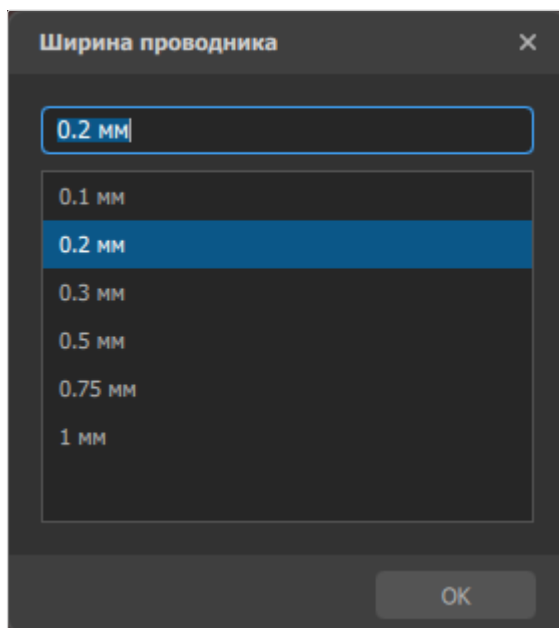

Рисунок 129. Выбор ширины сегмента
- Изменение ширины сегментов — сочетание клавиш **Shift** + **W**. Вызывает диалоговое окно «Ширина проводника» (см. рисунок 129), где можно выбрать одно из предустановленных значений или задать произвольное значение в миллиметрах.